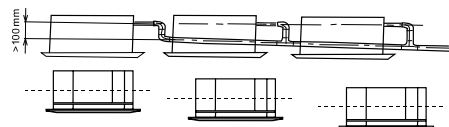

Рис. 55.
- При сливе нескольких блоков в общую сливную линию этот общий слив должен быть установлен на расстоянии около 100 мм ниже сливного отверстия каждого узла, как показано на рис. 55.